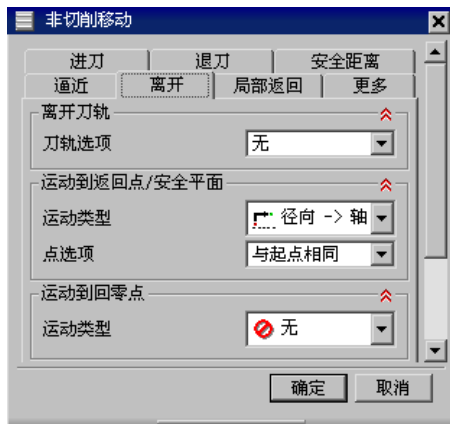

图 9.8 “离开”选项卡
Step3. 在“非切削移动”对话框中选择 **离开** 选项卡，设置图 9.8 所示的参数。